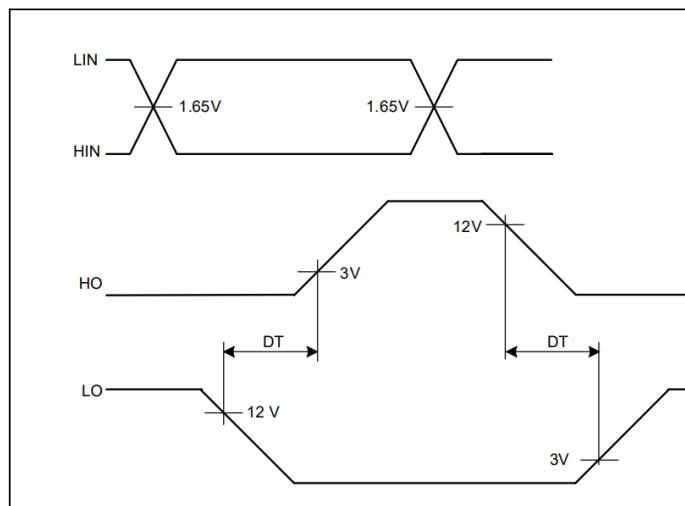

图8 死区时间定义
2ED2182 (4) S06F (J) 具有集成死区保护电路。2ED2182S06F 的死区时间是固定的；2ED2182S06J 的死区时间是可编程的，这提供了更大的设计灵活性。这个死区时间设置了一个最小死区时间时段，在这个时段，高边和低边功率开关都保持关断状态，这是为了确保在第二个功率开关导通前，第一个被关断的功率开关已彻底关断。只要外部死区时间短于 DT，最小死区时间都会被自动插入；当外部死区时间比 DT 更长，则使用外部死区时间，最小死区时间就不起作用。图 8 说明了死区时间段和输出门信号之间的关系。